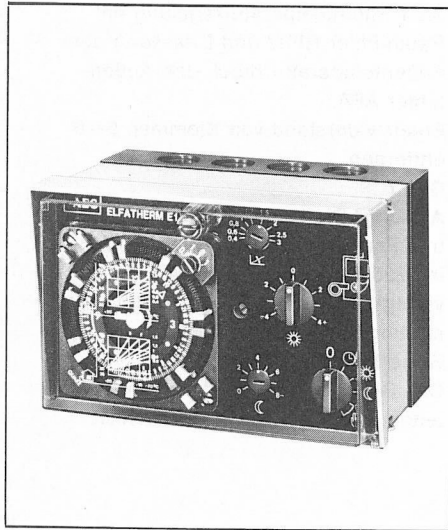

Bild 1 ELFATHERM E1Z
3.5 Zentralgerät E1Z/E1ZB (Bild 1, 2 u. 12)